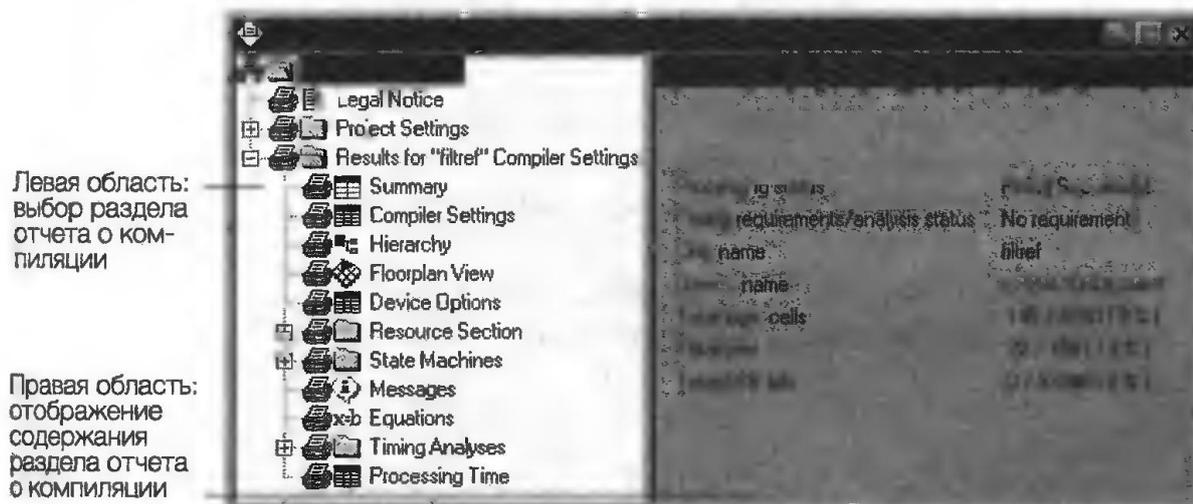

Рис. 3.41
1. Чтобы развернуть раздел окна **Compilation Report** (отчет о компиляции) в левой части окна, щелкните по значку "+" у соответствующего раздела (рис. 3.41).